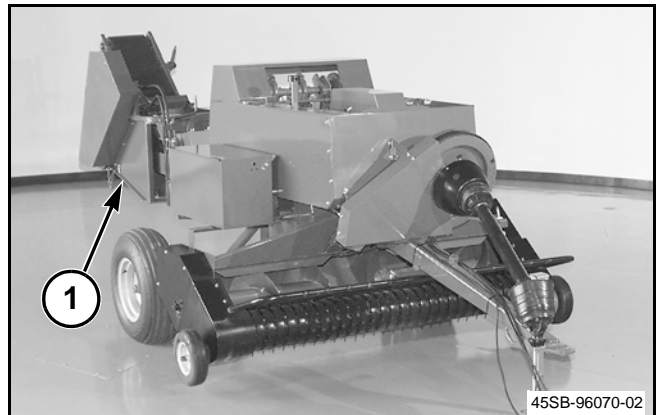

FIG. 7
FIG. 7: El lanzador de fardos (1) hace que el enfardado sea una operación para un solo hombre al cargar los fardos directamente a un vagón de arrastre desde el enfardador.